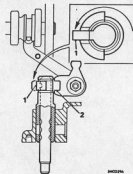

Abb. F.14
17. Schaltwelle im Gegenschaltgetriebsarm drehen um den Ansatz und die Verschlussrolle von den Winkelhebeln auszurücken, Abb. F.14.